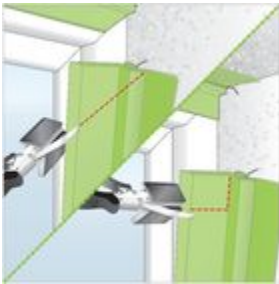

Bild 1: Zuschneiden der Leiste. Abwinkeln der Leiste um 90°. Eckverbindung zuschneiden.
Eckverbindung: Die Leisten werden je nach örtlichen Gegebenheiten stumpf oder auf Gehrung gestoßen. Dazu wird entweder der Schenkel einer Leiste mit der illbruck Leistenschere ausgeklinkt oder die Leistenenden auf Gehrung geschnitten (Bild 1). Der Steg mit dem Fugen-Dichtungsband muss erhalten bleiben. Die Schnittkante (ohne die Weich-PVC-Lippe) ist mit geeignetem illbruck SP525 Hochbaufugen Dichtstoff zu versiegeln.
- Die Eckverbindung zuschneiden (Bild 1).